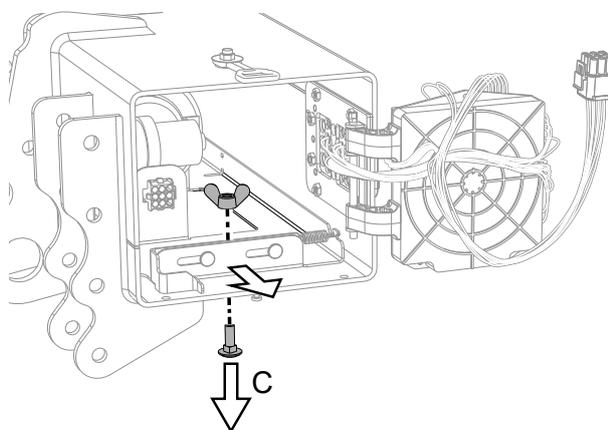
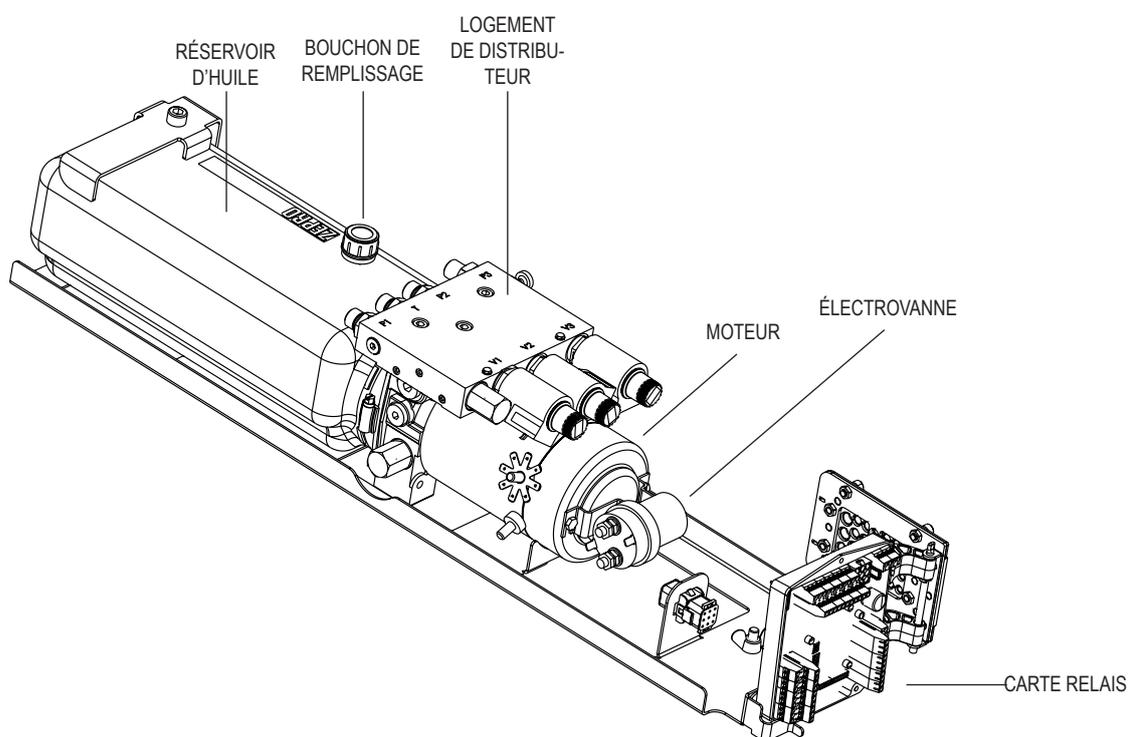

Figure 19. Libération du groupe hydraulique
Figure 21. Groupe hydraulique et carte relais
4. Libérez le groupe hydraulique en dévissant l'écrou à oreilles et la vis (C) (voir Figure 19) puis tirez le groupe hydraulique jusqu'à ce que le bouchon de remplissage soit accessible, voir Figure 21.